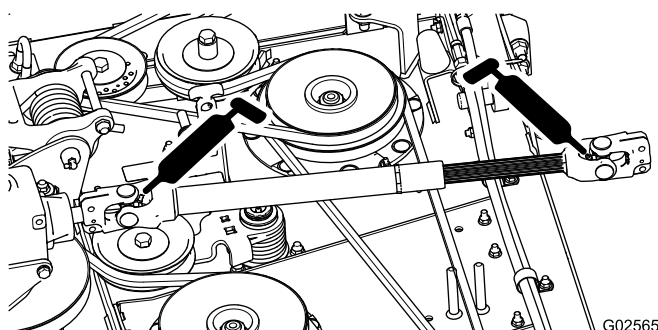

Figure 16
- Arbre d'entraînement de PDF (2) (Figure 16)